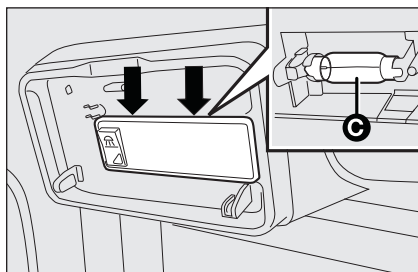

fig. 44
- ☐ maak de lamp **C**-fig. 44 los uit de veercontacten aan de zijkant en vervang de lamp; controleer of de nieuwe lamp goed vastzit in de veercontacten;